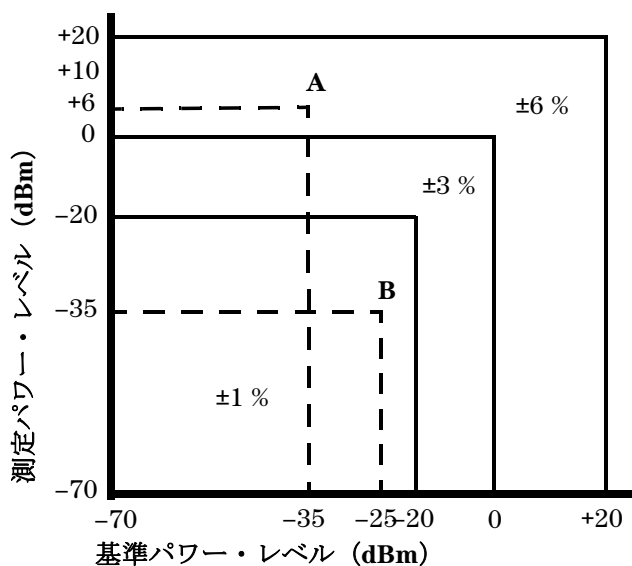

図2 パワー・メータ/センサが25°Cのときの相対モード・パワー測定リニアリティ (代表値)
- a. リミットは W 単位のパワーのパーセント。相対パワー測定については図 2 を参照。
図2の図は、E44XXシリーズパワー・メータをRel (相対) モードで使用して相対パワー測定を実行したときの不確かさの代表値を示します。相対測定で、2つのパワー・レベルが1つのセンサを使用して比較されます。測定の不確かさの代表値を求めるには、基準パワー・レベルに垂直線、測定パワー・レベルに水平線を引きます。2つの線が交わる領域が、不確かさの代表値を表します。これは基準パワーと測定パワーが同じ周波数であることを仮定し、ゼロ設定、ゼロ・ドリフト、ノイズによる誤差は無視しています。また、基準パワー・レベルと測定パワー・レベルの測定の間に変化はないものと仮定します。この図より、相対パワー測定精度が最高になるのは、基準パワー・レベルと測定パワー・レベルが-20 dBm以下場合であることがわかります。パワー・レベルの選択に注意することで、測定精度を改善できます。例Aは相対利得 (増幅器測定) を、例Bは相対失 (挿入損失測定) を示します。